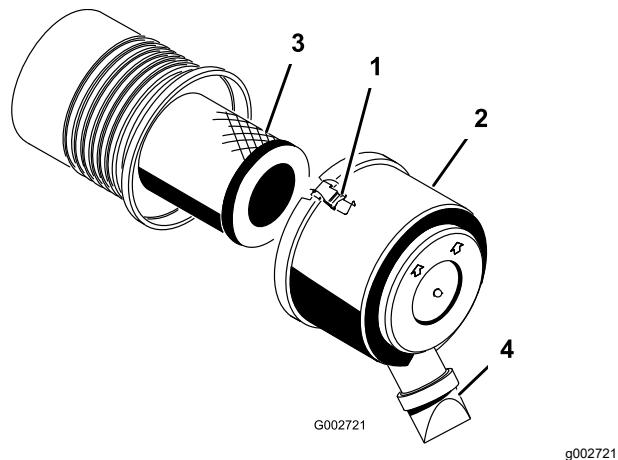

Figure 26
1. Desserrez les attaches qui fixent le couvercle sur le boîtier du filtre à air (Figure 26).